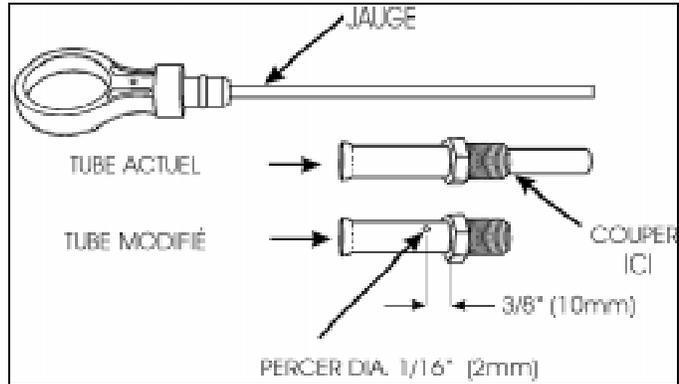

FIGURE 2 : PERÇAGE D'UN RENIFLARD
Pour éviter les pertes d'huile dues à l'augmentation de la pression interne de la boîte d'engrenages, il est suggéré de percer un reniflard dans le tube de la jauge d'huile (selon le type de jauge, voir la figure 2).
1. Retirer la jauge et enlever le tube actuel (figure 2).
3. Percer un trou d'environ 1/16" ( $\varnothing 2\text{mm}$ ) de diamètre tel que sur la figure 2.